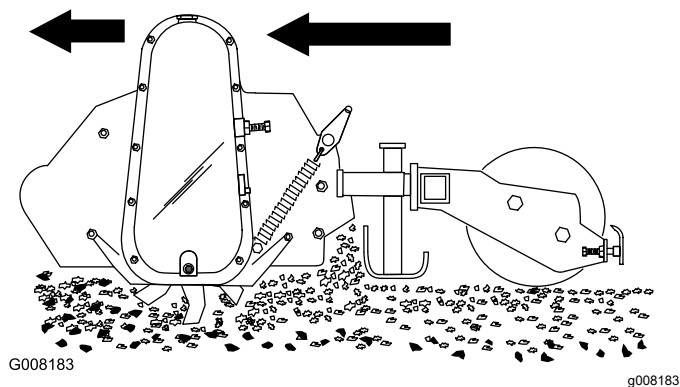

Figura 9
1. Abbassate il coltivatore a terra e assicuratevi che il carter catena sia perpendicolare al suolo (Figura 9).